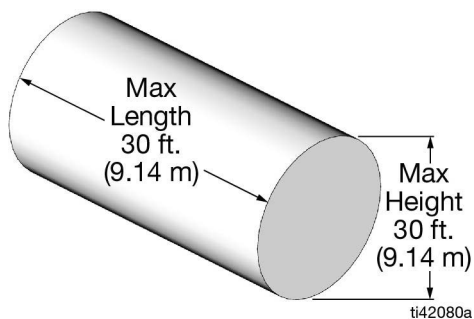

Fig. 17
- Le pareti all'estremità del serbatoio devono essere piane; non possono presentare altra forma, ad esempio a forma di campana (Fig. 17). Se necessario, utilizzare un serbatoio non standard